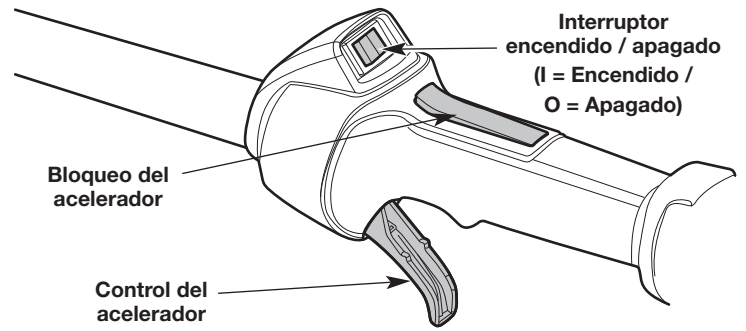

Fig. 11
NOTA: No hay necesidad de encender la unidad. El interruptor de Encendido/Apagado debe estar en la posición **Encendido (I)** en todo momento (Fig. 11).
3. Oprima y mantenga apretado el bloqueo del acelerador (Fig. 11). Apriete y mantenga oprimido el control del acelerador (Fig. 11).
2. Oprima y no suelte el interruptor de control de Encendido y Apagado en la posición **Apagado (O)** hasta que el motor se detenga por completo (Fig. 11).